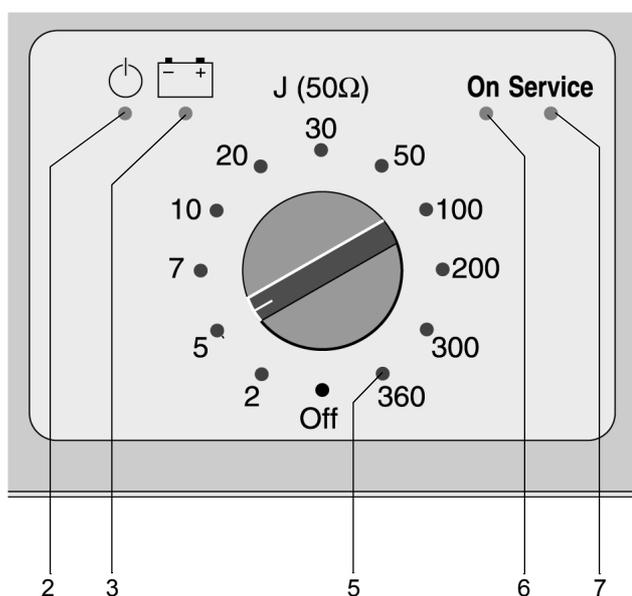

Fig. 4-1 Voyants de contrôle du Marquette Responder™ 1000
- Assurez-vous que le voyant de contrôle **2** est allumé (Fig. 4-1).
- Déclenchez le processus de charge du défibrillateur en pressant la touche **8** et vérifiez que les voyants rouges s'allument les uns après les autres jusqu'au niveau sélectionné (**5**, Fig. 4-1).